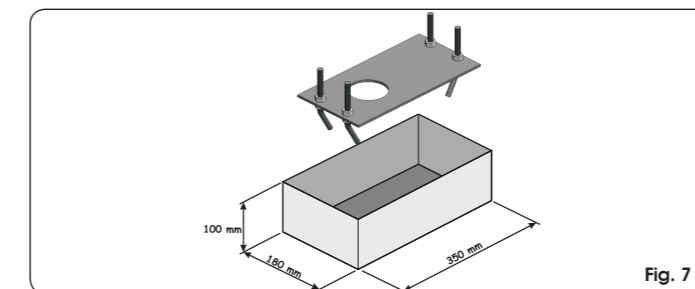

Fig. 7
- Realice una base de cimentación tal y como se indica en la Fig. 7 y ponga en obra la placa de cimentación previendo una o varias vainas para el paso de los cables eléctricos. Compruebe la perfecta horizontalidad de la placa con un nivel. Espere a que fragüe el cemento.